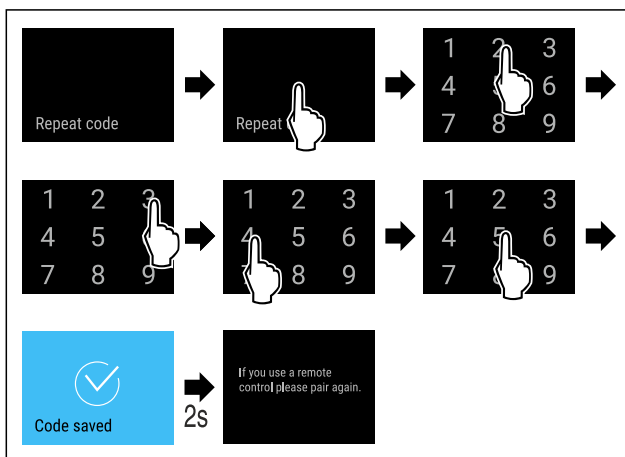

Fig. 93
- ▶ Suivre les étapes (voir Fig. 93) .